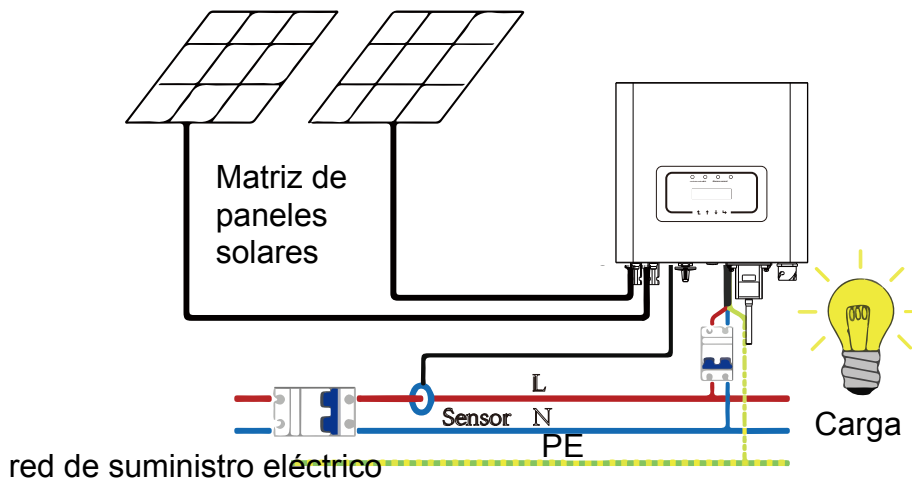

Imagen 7.1 Diagrama de conexión del limitador
Cuando esté leyendo esto, creemos que ha completado la conexión de acuerdo con los requisitos del capítulo 5, si ha estado ejecutando su inversor en este momento y desea utilizar la función de limitador, apague el interruptor de CA y CC de el inversor y espere 5 minutos hasta que el inversor se descargue por completo. Luego, conecte el sensor de corriente a la interfaz del limitador del inversor. Asegúrese de que estén conectados de manera confiable, y el sensor de corriente debe sujetarse al cable vivo de la línea entrante. Para facilitar el uso de la función de limitador incorporada de el inversor, le hemos dado específicamente el diagrama de cableado, como se muestra en la Imagen 7.1, las líneas rojas conectadas a la red pública dicho cable (L), la línea azul muestra la línea cero (N), la línea verde amarilla muestra el cable de tierra (PE). Recomendamos instalar un interruptor de CA entre la salida del inversor y la red pública; las especificaciones del interruptor de CA se determinan de acuerdo con la capacidad de carga. El interruptor de CA que recomendamos conectar a la salida del inversor puede consultar la Tabla 5.1. Si no hay un interruptor de CC integrado dentro del inversor que compró, le recomendamos que conecte el interruptor de CC. El voltaje y la corriente del interruptor dependen del campo fotovoltaico al que acceda.